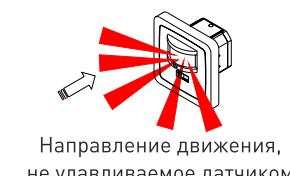

Рис.1
• Зона обнаружения состоит из верхней, нижней, левой и правой областей. Они могут быть выбраны по желанию пользователя, однако существует тесная связь между чувствительностью датчика и направлением движения объекта (см.рис.1).